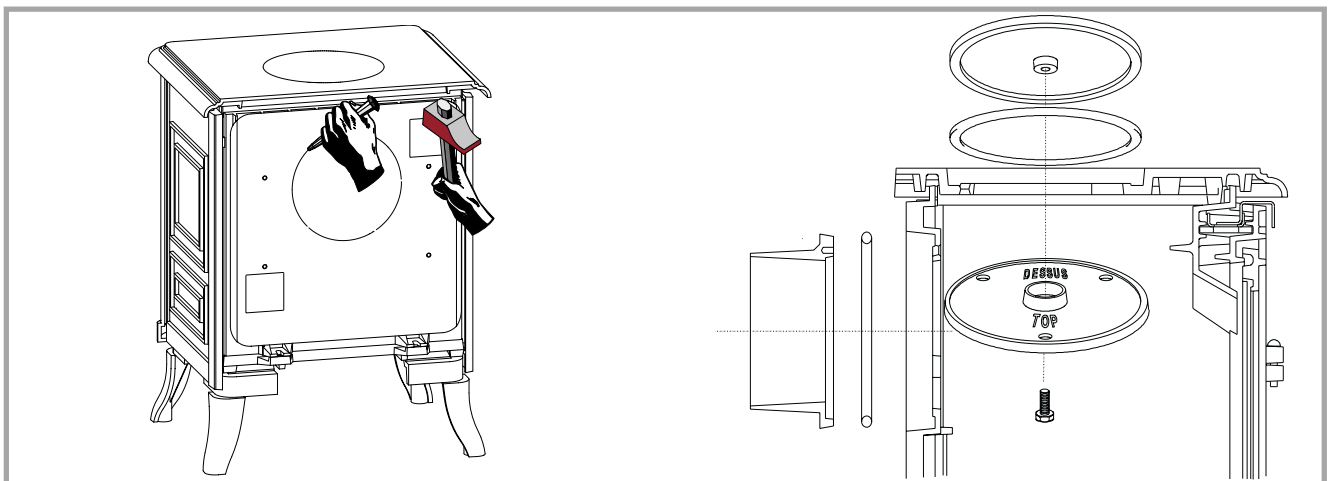

Figure 5 - Départ fumée à l'arrière
2.4.2. Départ de fumée à l'arrière (figure 5)